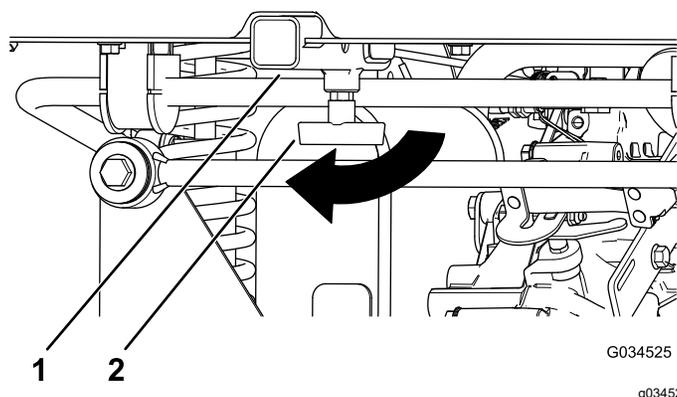

Figura 19
1. Allentate la maniglia a T ruotandola in senso orario (**Figura 19**).
2. Inserite l'accessorio nel ricevitore in modo che i fori siano allineati (**Figura 19**).